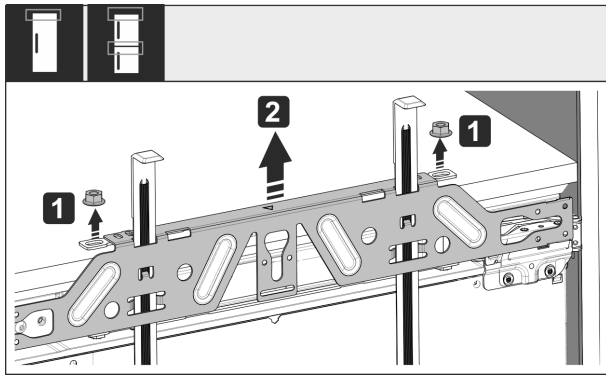

Fig. 58
- Λύστε τα κόντρα παξιμάδια Fig. 58 (1).
- Αφαιρέστε την τραβέρσα στερέωσης Fig. 58 (2).